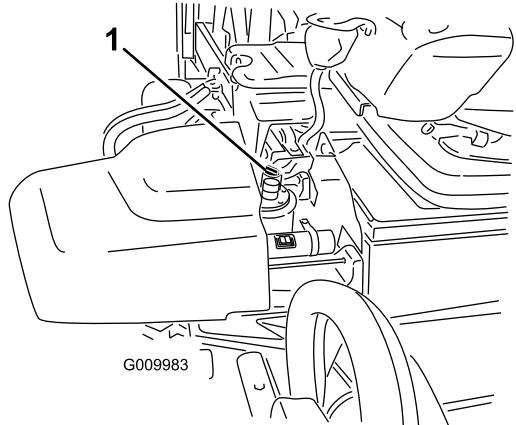

図 17
- 油圧オイルタンクの注油口周辺をきれいに拭き、キャップ（図 17）を外す。給油口からキャップを取りる。